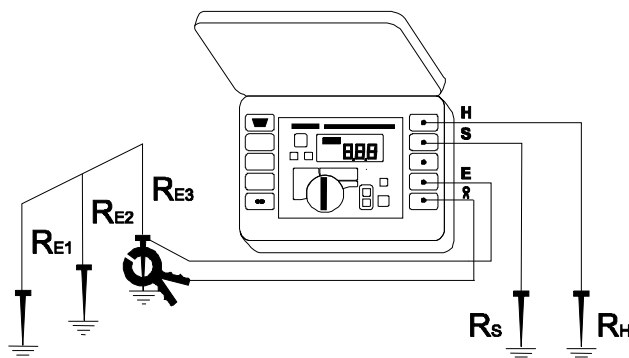

Рис.10. Использование измерительных клещей для измерения сопротивления многоэлементного устройства заземления по трёхполюсной схеме
1. Соединяют исследуемый заземлитель с измерительным гнездом **4** измерителя, обозначенным символом „E” (Рис.10).